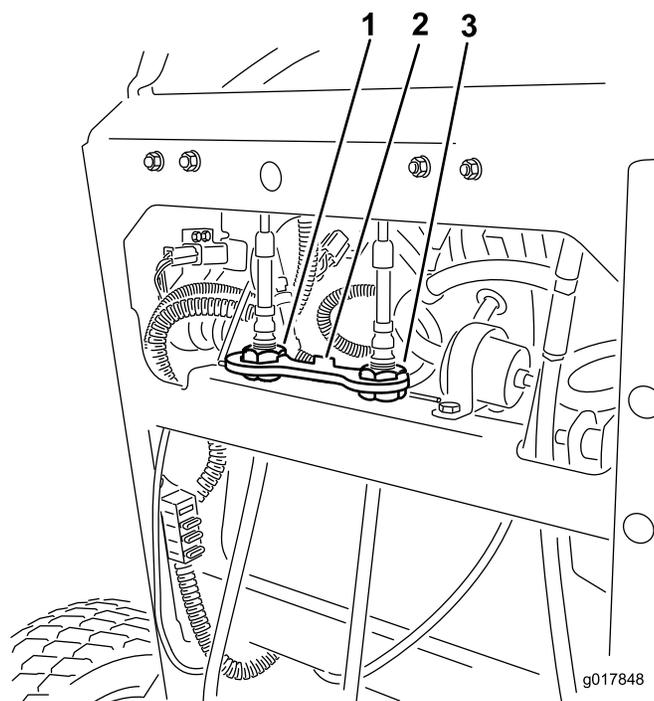

図 71
6. ケーブルロックを調整ナットに取り付けて、調整を固定する 図 71。